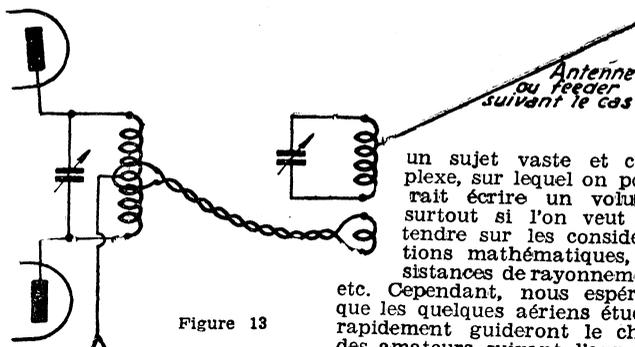

Figure 13
a) branchement feeder unique ou aérien direct, voir fig. 13.